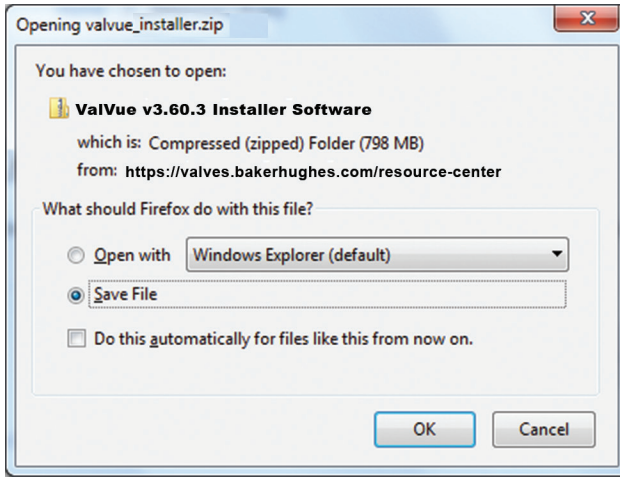

Figura 26 - Diálogo de apertura
2. Haga clic en **Descargar** debajo de ValVue Installer Download y aparece la Figura 26.